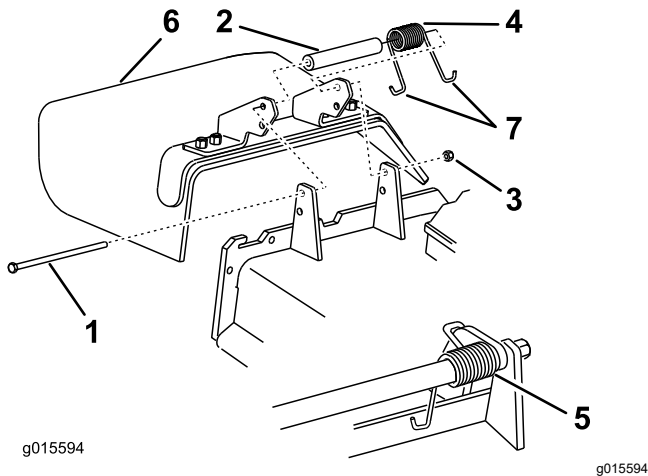

Figure 112
1. Retirez le contre-écrou, le boulon, le ressort et l'entretoise qui fixent le déflecteur aux supports de pivot (Figure 112).
2. Enlevez le déflecteur s'il est endommagé ou usé (Figure 112).
**Remarque:** Prenez soin de placer 1 extrémité en J du ressort derrière le bord du tablier avant de mettre le boulon en place, comme montré à la Figure 112.
6. Accrochez l'extrémité en J du ressort au déflecteur d'herbe (Figure 112).